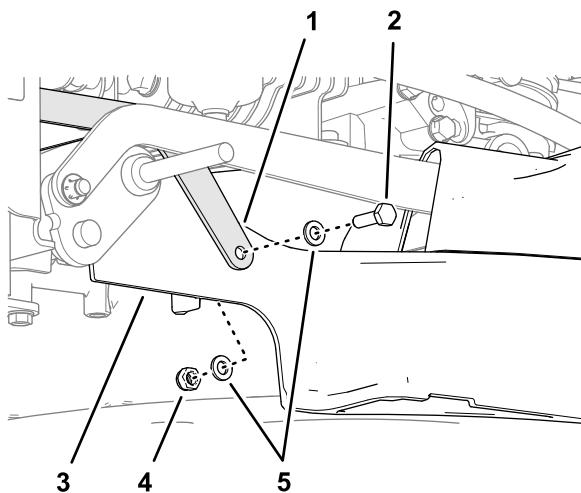

Figura 15
1. Alinhe o orifício no suporte da escova com o furo na plataforma (Figura 15).
2. Monte o suporte da escova na plataforma do cortador (Figura 15) com um parafuso (8 x 20 mm), duas anilhas (6 mm) e uma porca de bloqueio (6 mm).